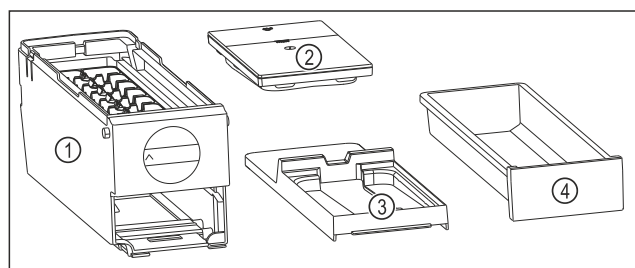

Fig. 185 Составные части EasyTwist-Ice
- ▷ EasyTwist-Ice разобран на четыре части. (см. Fig. 185)
- ▶ Разбирайте EasyTwist-Ice только на составные части, представленные на рисунке. (см. Fig. 185)
- ▶ Очищайте корпус EasyTwist-Ice Fig. 185 (1) как цельное устройство.